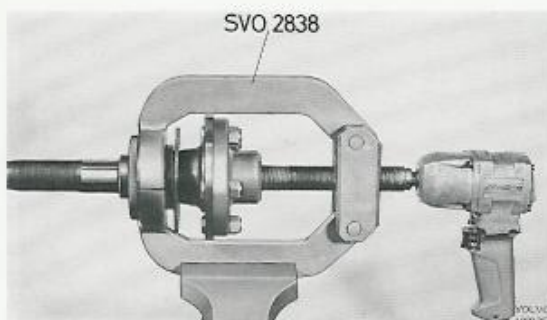
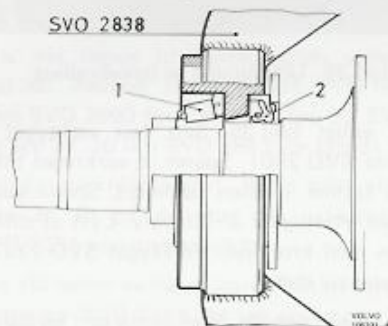

Bild 30. Demontering av drivaxellager
Bild 31. Placering av pressarmar
4. Spänn fast pressverktyget SVO 2838 i ett skruvstycke. Skruva fast drivaxeln vid spindelplattan. Skruva in spindeln så att verktygets armar kan sättas mot lagret, se bild 30. OBS! Tätningsringen får inte komma mellan verktyget och lagret, se bild 31. Skruva ut spindeln och pressa av lagret och låsringen. Ta bort tätningsringen.